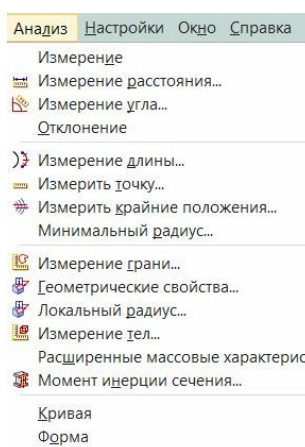

рис.114
- Речь пойдет о некоторых измерениях и анализах, которые предоставляет система в падающем меню *Анализ* (рис.114). Самые главные анализы – это определение *массо – инерционных характеристик* отдельных деталей, поверхностей и сборок.